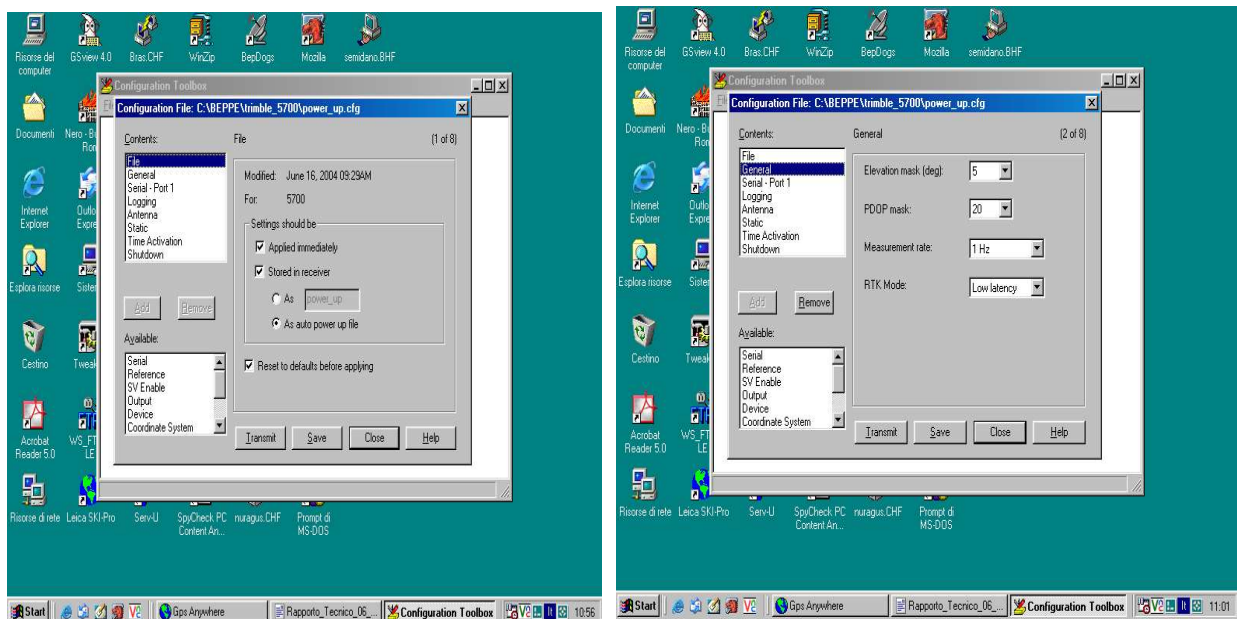

Fig. 2 – Voci *File* e *General* del programma *Ctoolbox* per Trimble 5700.
i) alla voce *File* devono essere attivate le opzioni *Applied Immediately* e *Stored in the Receiver*, oltre che l'opzione *As auto power_up file* che fa sì che quest'ultimo file di configurazione venga eseguito all'accensione del ricevitore (Fig. 2);
essere superiore al valore di *default* 7 , e per le nostre latitudini è stato ottimizzato ad un valore di 20, tale valore consente di superare un baco del firmware e porre il ricevitore in registrazione anche in presenza di una pessima copertura satellitare (vedi Fig.2);